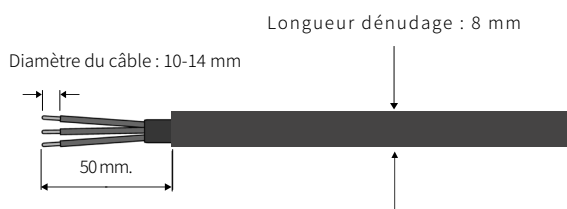

Fig. 28. Dénudage du câble.
- b. En se reportant au tableau ci-dessus, choisir un câble approprié, retirer la gaine isolante du câble CA sur environ 50 mm et dénuder l'isolation de l'extrémité des câbles L/PE/N sur environ 8 mm (cf. Fig. 28) :